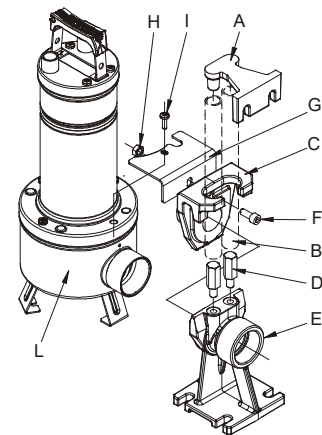

图 2
- 固定安装我们建议使用 DSD2 提升装置（可要求提供-见 图 2）以便于泵的维修。将其安装在泵的出口和管路之间，进行维修 工作时可以不用拆除出口管路。DSD2 装置由 8 分组成：
底座要用相应尺寸的可调螺丝固定在污水箱的底部。管路的导向 支架必须固定在井或泵坑的顶部，嵌在两根 3/4" 管路（未提供）的末端起滑道作用。通过两个管路把支架和底座连接起来。把底座架同泵输水口处的吸入滤网连接，用提供的螺丝 封闭滤网盖和其它。取外出液端 (I) 法兰的上螺栓。装上防旋转套 (G)。装上螺栓 (I)。从耦合脚中抽出导轨，将其与泵出液口相连。按照图中所示方式借助螺栓 (F) 和螺帽 (H) 将导轨固定在泵上。重新将导轨/泵总成放置在基脚上 (图 2)。